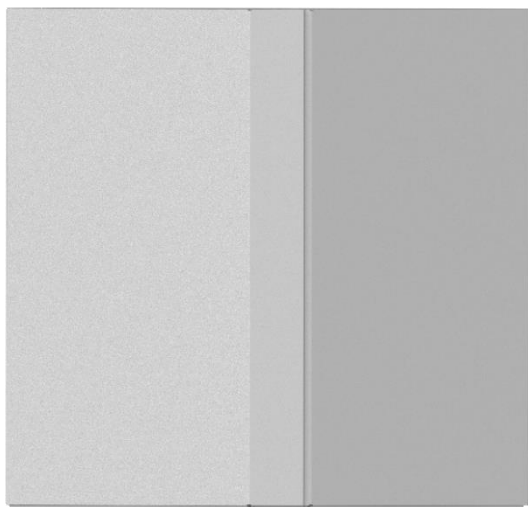

Рис.9. Вид спереди
3) Бак для воды – цилиндр треугольного сечения для заполнения чистой водой. (Рис. 8. Вид спереди, Рис. 9. Изометрическая проекция). Предназначен для выпаривания чистой воды и поддержания в парной комфортного уровня влажности. Объём ёмкости составляет 2,5л для печей мощностью от 6 до 12 кВт или 5л для печей от 15 до 21 кВт.